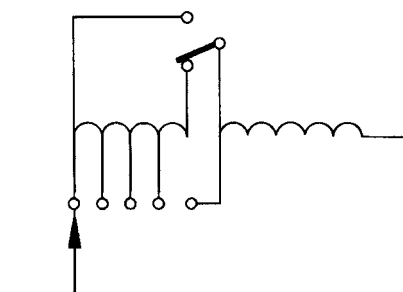

Рис. 24. Селекторный переключатель для переключения полюсов (тип R)
- переключение полюсов (см. рис. 24);